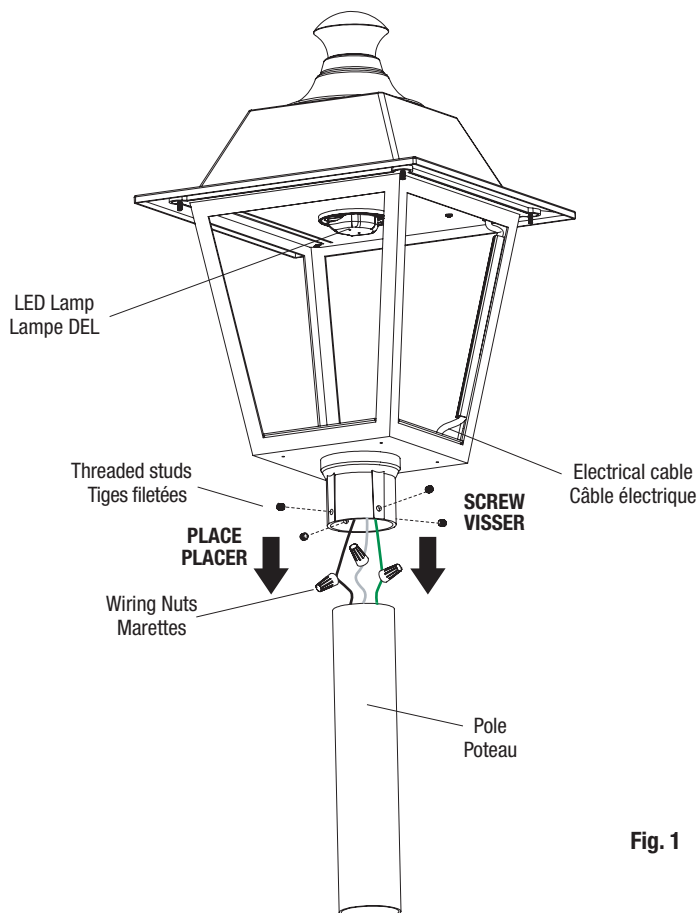

Fig. 1
1. Place the luminaire close to the pole and make the appropriate wiring connections using wire nuts (White to Neutral lead, Black to Line lead, Green to Ground lead) (Fig. 1)
2. Mount the luminaire on the pole using the four threaded studs (Fig. 1).
1. Placer le luminaire près du poteau et effectuer les connexions électriques appropriées en utilisant des marettes (fil Blanc au fil Neutre, fil Noir au fil Vivant, fil Vert au fil de mise à la terre) (Fig. 1).
2. Monter le luminaire sur le poteau en utilisant les quatre tiges filetées (Fig.1).